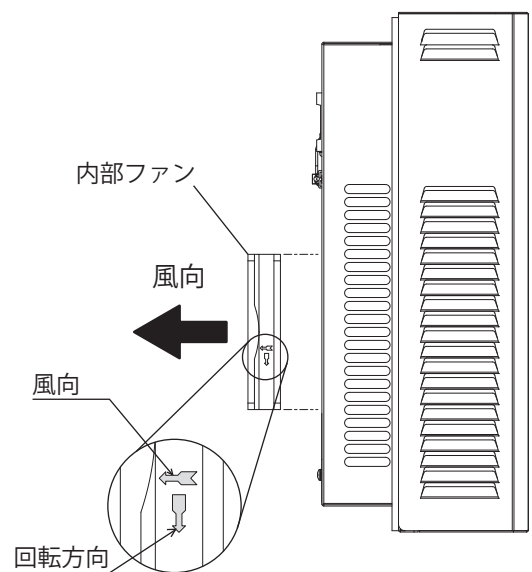

図8 内部ファン取付方向
- ・ファンに刻印された風向の矢印が本製品の外側に向くように取り付けてください。(図8)